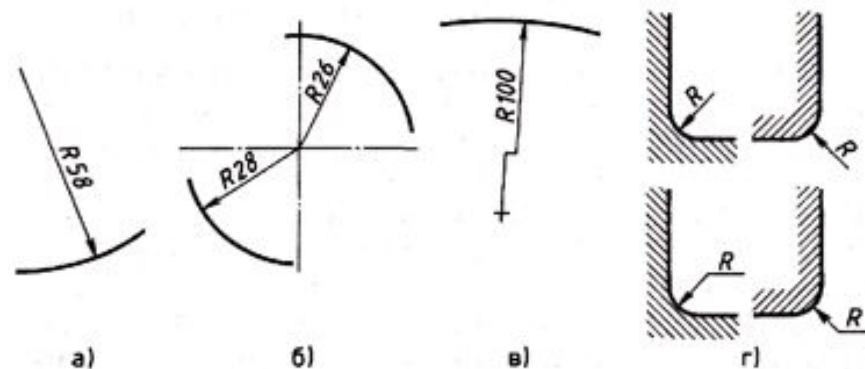

Рис. 46. Нанесение размеров дуги
- При нанесении размеров дуг перед размерным числом помещают знак радиуса — R. Высота знака радиуса и размерного числа должна быть одинаковой (рис. 46, а). При проведении нескольких радиусов из одного центра размерные линии любых двух радиусов не располагают на одной прямой (рис. 46, б). При большой величине радиуса центр разрешается приближать к дуге. В таких случаях размерную линию показывают с изломом (рис. 46, в).